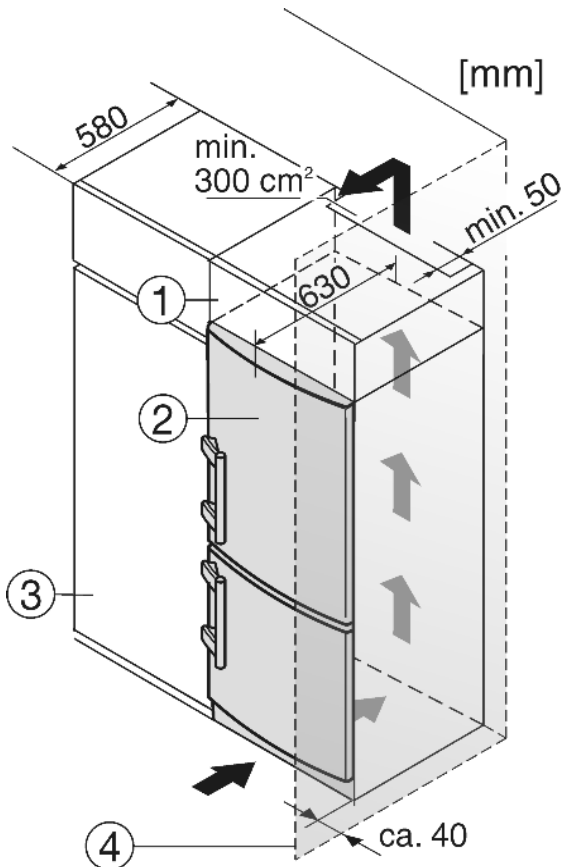

Fig. 13
- (1) Élément haut
- (2) Appareil
- (3) Placard de cuisine
- (4) Mur
L'appareil peut être entouré de meubles de cuisine. Pour adapter l'appareil *Fig. 13 (2)* à la hauteur des placards de la cuisine intégrée, on peut placer un élément haut *Fig. 13 (1)* au-dessus de l'appareil.
Lors de la transformation avec des placards de cuisine (profond. max. 580 mm) l'appareil peut être placé directement à côté du placard *Fig. 13 (3)*. La porte de l'appareil saillit latéralement de 34 mm et au milieu de l'appareil de 50 mm par rapport à la face avant du placard de cuisine. Ainsi, elle se laisse ouvrir et fermer sans problèmes.
Si l'appareil est installé avec les charnières à côté d'un mur *Fig. 13 (4)*, la distance entre l'appareil et le mur doit être de 40 mm min. Ceci correspond à la saillie de la poignée lorsque la porte est ouverte.